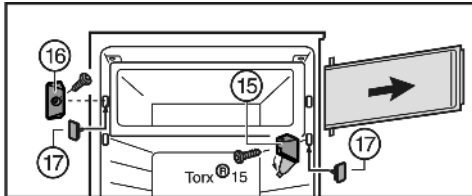

Fig. 7
- ▶ Повдигнете капака на лагерната стойка *Fig. 7 (15)*.
- ▶ Отвинтете лагерната стойка *Fig. 7 (15)* с вратата на хладилната камера.
- ▶ Отвинтете затварящия елемент *Fig. 7 (16)*.
- ▶ Запушете образувалите се дупки с приложените тапи *Fig. 7 (17)*.